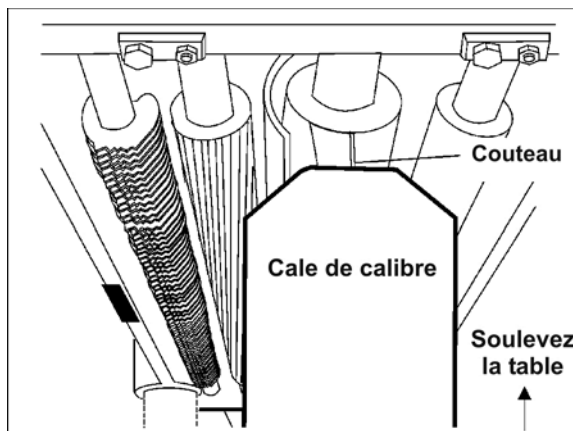

Figure 21
2. Placez la cale du calibre (Figure 21) de la table de travail directement sous le bord d'un couteau comme illustré sur l'image. Créez un léger contact en soulevant légèrement la table.